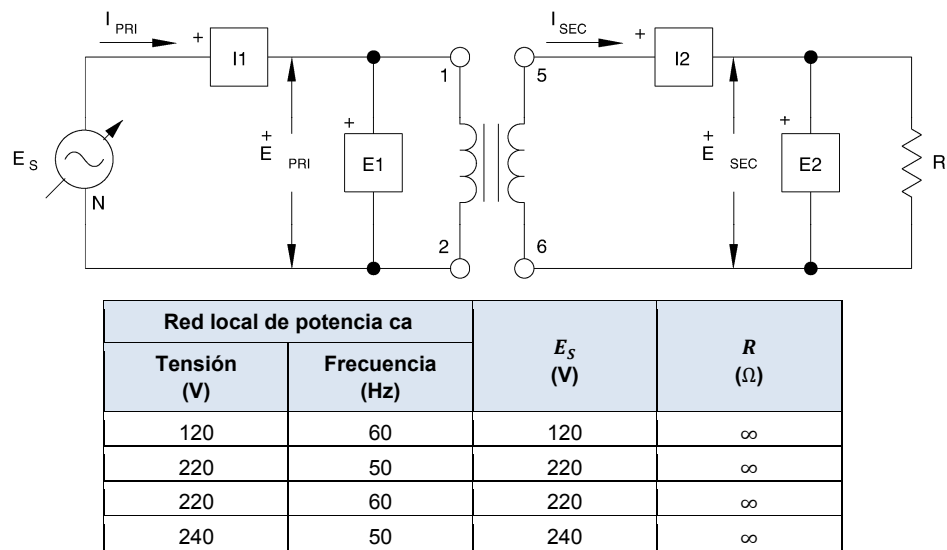

Figura 7-10. Transformador con carga variable.
5. Monte el circuito del transformador con la carga como lo muestra la figura 7-10. Asegúrese de que todos los interruptores de los módulos Carga resistiva, Carga capacitiva y Carga inductiva se encuentran abiertos. Conecte E1, E2, I1 e I2 como se muestra en la figura. Se utilizarán diferentes valores de carga para examinar cómo cambia la tensión secundaria (carga), mientras varía la carga del transformador.
6. Encienda la Fuente de alimentación y ajuste el control principal de tensión para obtener el valor E_s de la figura 7-10. Con el transformador sin carga (todos los interruptores de los módulos de carga abiertos), haga clic sobre el botón Registro de datos para ingresar los valores medidos de E_{PRI} , I_{PRI} , E_{SEC} e I_{SEC} en la *Tabla de Datos*.
10. Utilice el botón Borrar Tabla de Datos de la ventana *Tabla de Datos*, para borrar los datos y luego reemplace, en el circuito de la figura 7-10, el módulo Carga resistiva por el módulo Carga Inductiva.
11. Encienda la Fuente de alimentación y ajuste el control principal de tensión para obtener el valor E_S de la figura 7-10. Con el transformador sin carga (todos los interruptores de los módulos de carga abiertos), haga clic sobre el botón Registro de datos para ingresar los valores medidos de E_{PRI} , I_{PRI} , E_{SEC} e I_{SEC} en la *Tabla de Datos*.
14. Utilice el botón Borrar Tabla de Datos de la ventana *Tabla de Datos*, para borrar los datos y luego reemplace, en el circuito de la figura 7-10, el módulo Carga inductiva por el módulo Carga capacitiva.
15. Encienda la Fuente de alimentación y ajuste el control principal de tensión para obtener el valor E_S de la figura 7-10. Con el transformador sin carga (todos los interruptores de los módulos de carga abiertos), haga clic sobre el botón Registro de datos para ingresar los valores medidos de E_{PRI} , I_{PRI} , E_{SEC} , e I_{SEC} en la *Tabla de Datos*.